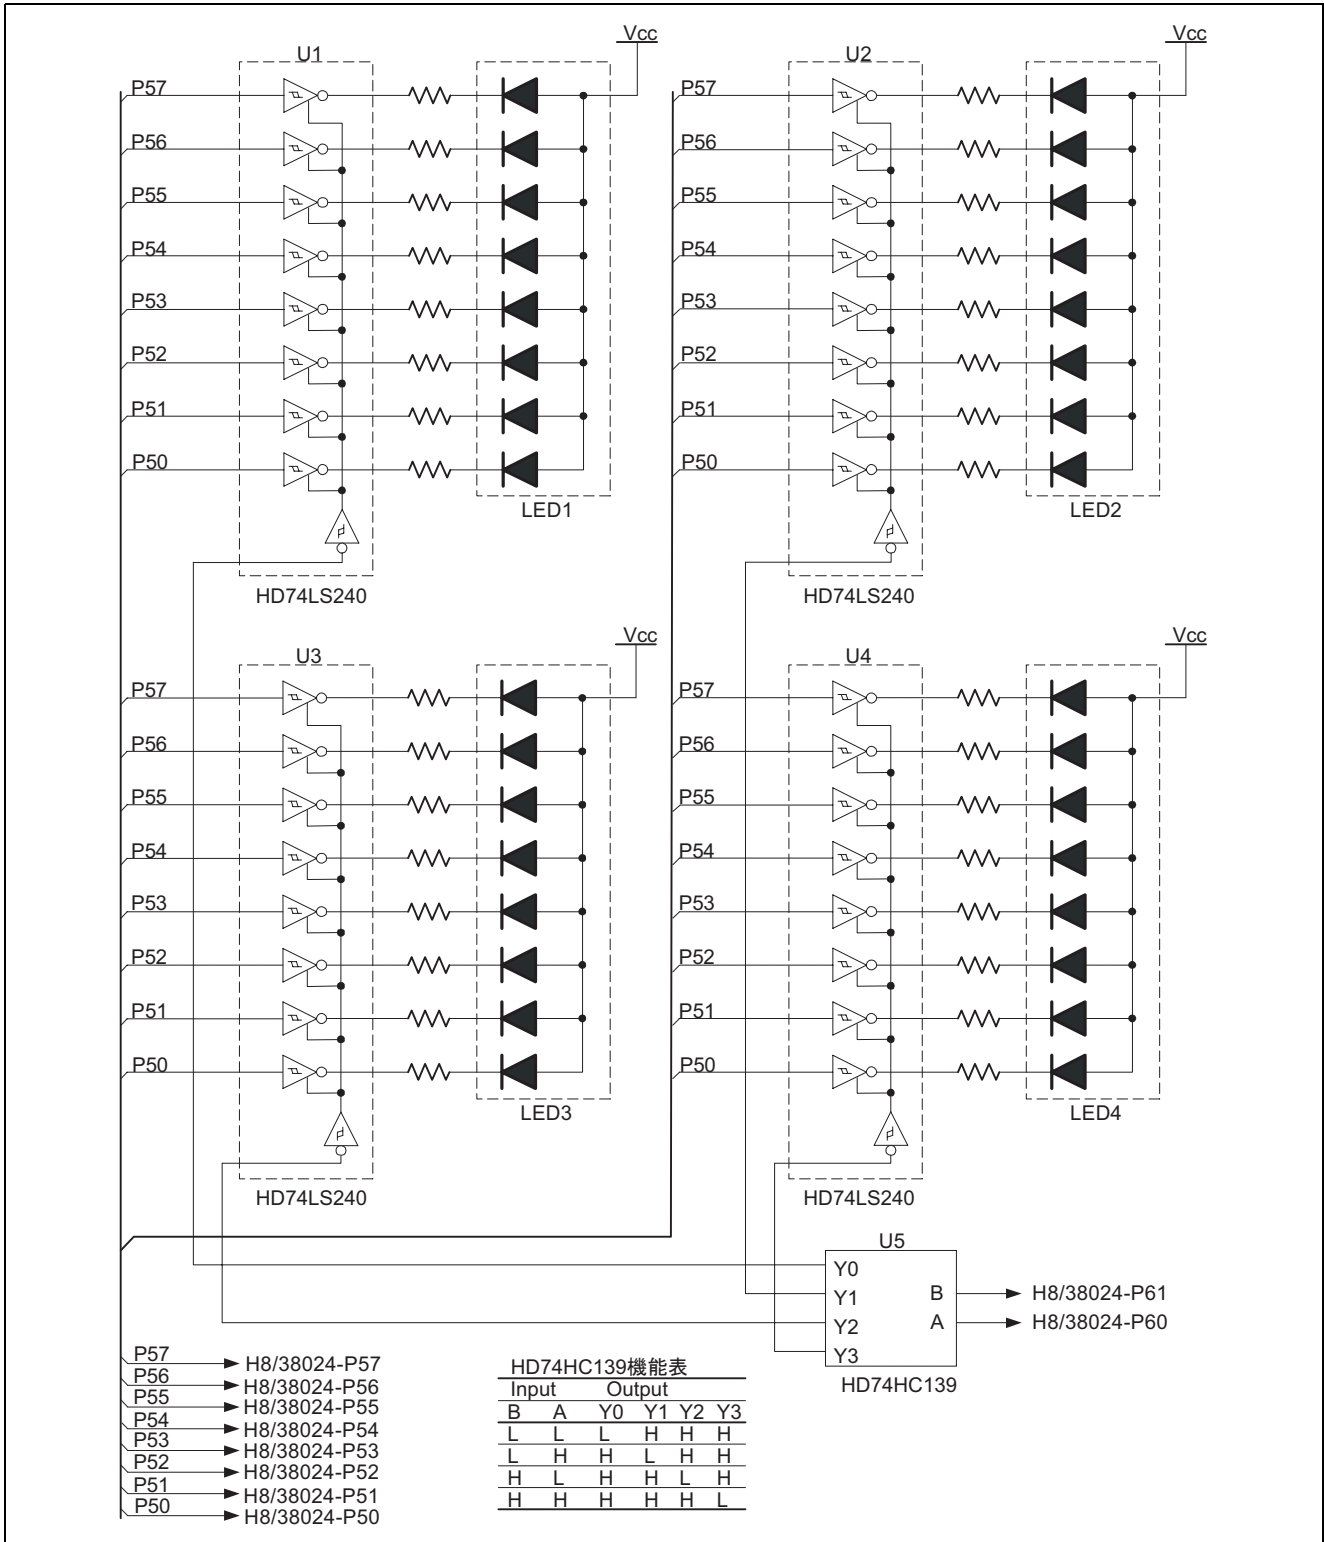

図 3 7セグメント LED 制御方法
(7) 本タスク例の動作は以下の通りです。
(8) 本タスク例では、7セグメント LED を表示させるためにポート出力を 3 ステート出力インバータドライバ(HD74LS240)に入力して、ドライバの出力を 7 セグメント LED のカソードに接続しています。また 4 個の 7 セグメント LED を表示させるためのポートはすべての 7 セグメント LED に接続されており、7 セグメント LED の表示切替は、3 ステートインバータドライバのイネーブル端子により制御しています。また、7 セグメント LED の表示切替を行うための信号生成は、2-to-4-line デコーダ(HD74HC139)を使用して、2 本のポート出力により制御します。図 3 に 7 セグメント LED 制御方法について示します。